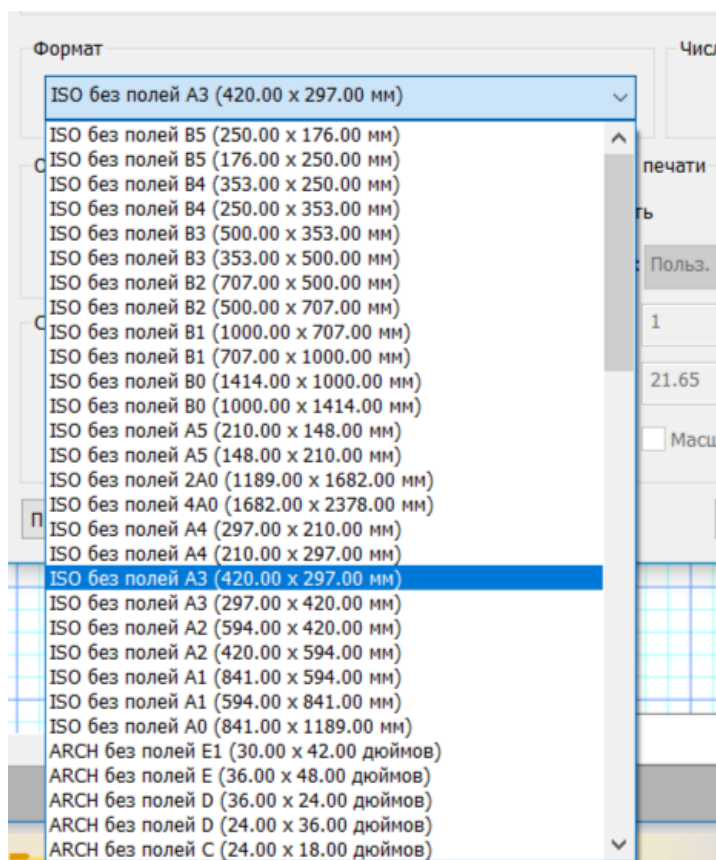

Рис. 132. Выбор формата для печати
2. Выбрать Формат (рис. 132). Следует отметить, что лучше выбирать форматы без полей, чтобы рамка чертежа не отступала от края.